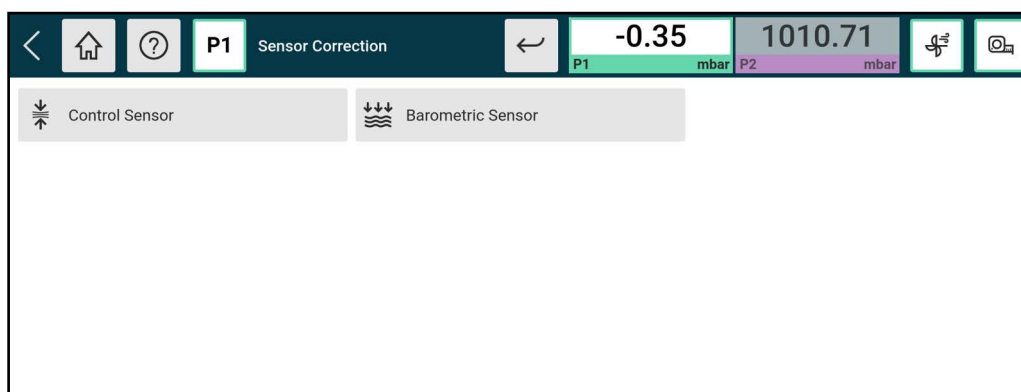

Figura A-7: Schermo di correzione del sensore
- **Correzione** del sensore - seleziona la **schermata di correzione** del sensore (vedi Figura A-7).
Figura A-7 mostra la **schermata di Correzione** del Sensore, dove selezioni il sensore da controllare o regolare. Questo può essere il Sensore di Controllo o il Sensore Barometrico come mostrato, o altri come montati sui moduli di Controllo. Per trovare questa schermata, seleziona l'icona **Impostazioni**, poi **Calibrazione** e inserisci il PIN di calibrazione, quindi seleziona **Correzione Sensore**.